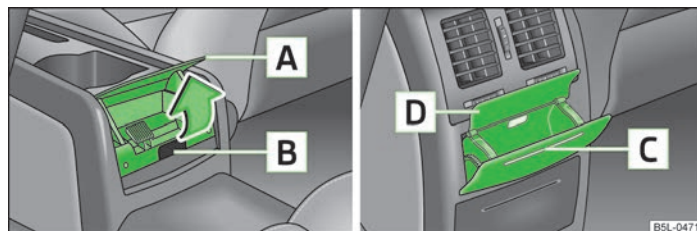

Fig. 68 Cenicero trasero: consola central baja / consola central alta
- Coger la tapa del cenicero por el borde **A** y abrirla en el sentido de la flecha » fig. 68.
- Coger el cenicero por el tirador **B** » fig. 68 y sacarlo hacia arriba.
- Presionar la parte superior de la tapa del cenicero en la zona **C** » fig. 68.
- Coger el suplemento de cenicero por la cubierta **D** » fig. 68 y sacarlo.